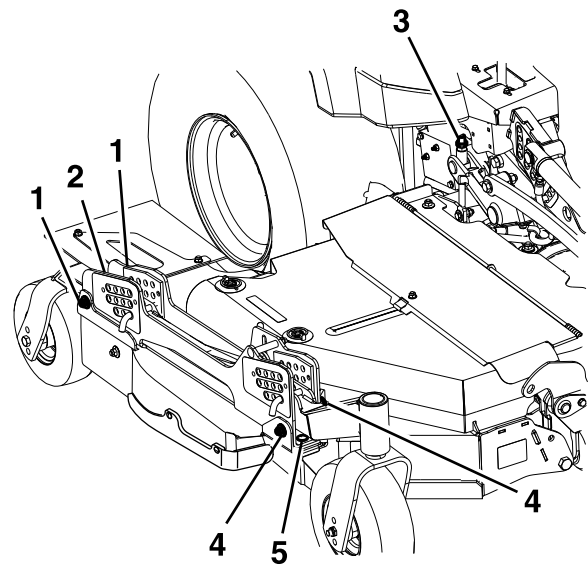

Figura 74
3. Las carcasas laterales derecha e izquierda incorporan mecanismos de ajuste de la altura de las cuchillas, con puntos de ajuste delanteros y traseros. Para ajustar la altura de las cuchillas de las carcasas laterales, primero afloje las tuercas de montaje delanteras y traseras de las pletinas de suspensión/altura de corte. Hay 4 posiciones (2 en cada lado del canal), como se muestra en la Figura 74.
- Si la carcasa está demasiado baja, apriete el perno de ajuste de altura delantero (Figura 74) girando la tuerca inferior en sentido horario.
- Si la carcasa está demasiado alta, afloje el perno de ajuste de altura delantero (Figura 74) girando la tuerca inferior en sentido antihorario. Afine la posición de las tuercas de ajuste traseras según sea necesario.
Ajuste la altura de la rueda trasera (Figura 74) hasta que la rueda trasera apenas toque el suelo con una presión mínima.
4. Mida la parte trasera de las cuchillas laterales. Si cualquiera de las cuchillas tiene una inclinación de menos de 1.5 mm (1/16"), eleve la parte trasera de la carcasa apretando los ajustes traseros izquierdo y derecho (Figura 74) hasta que las 4 cuchillas tengan una inclinación mínima de 1.5 mm (1/16"). Ajuste las ruedas laterales traseras hasta que apenas toquen el suelo con una presión mínima. Apriete las 4 posiciones de montaje traseras de las pletinas de suspensión (Figura 74).